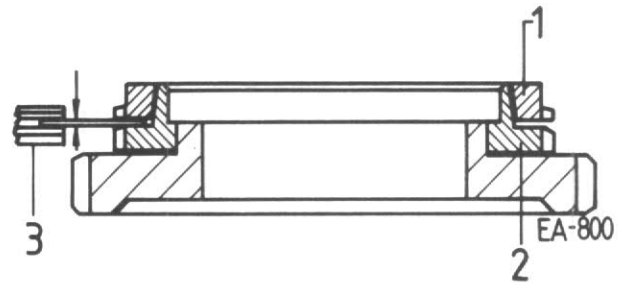

Figure 75
L'usure des cônes de synchronisation peut être déterminée en mesurant le jeu entre le cône (1, Fig. 75) et le pignon (2).